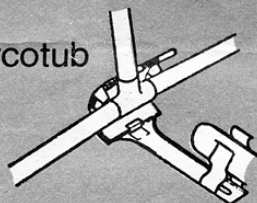

fig 1
1. S'assurer que le brûleur (a) est bien vissé sur l'extrémité (b) du robinet et y est correctement vissé pour assurer son maintien (fig. 1).
Bien s'assurer que le brûleur (a) est bien vissé sur l'injecteur (b) (fig. 1).